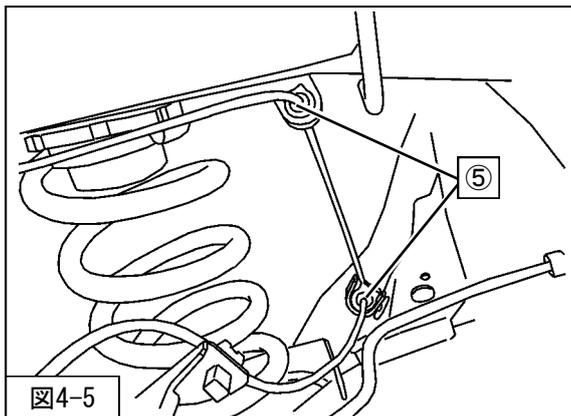

図4-5
5. ⑤ホイールセンサーのワイヤガイドラバーを取付けてください。(図4-5)